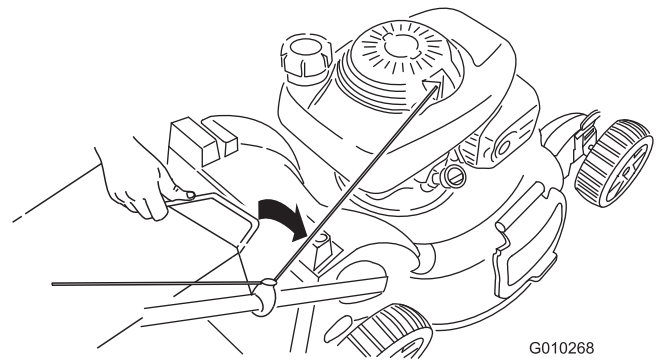

**Bild 26**
2. Verlegen Sie das Starterkabel um die untere Kabelführung (Bild 26).